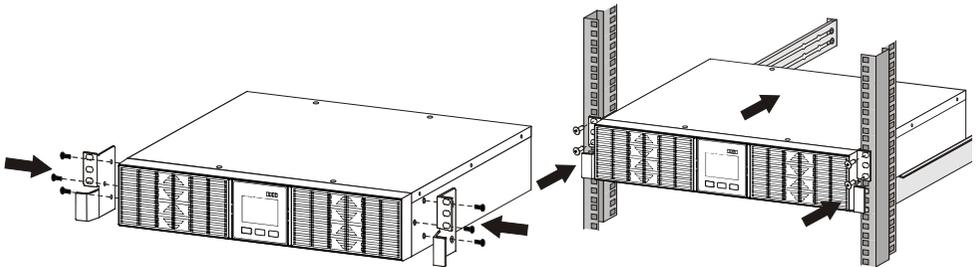

Рисунок 10 – Порядок установки ИБП в стандартный шкаф или стойку для телекоммуникационного оборудования шириной 19 дюймов
**7.1.3** Установку ИБП в шкаф (стойку) следует производить при помощи монтажного комплекта МК26 или МК27 (не входит в комплект поставки ИБП, и может быть приобретен дополнительно при заказе ИБП) в следующей последовательности (рисунок 10):